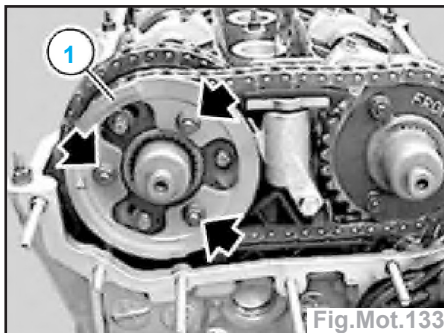

Fig.Mot.133
- Déposer les écrous (flèches), retirer la couronne (1) du capteur (Fig.Mot.133).